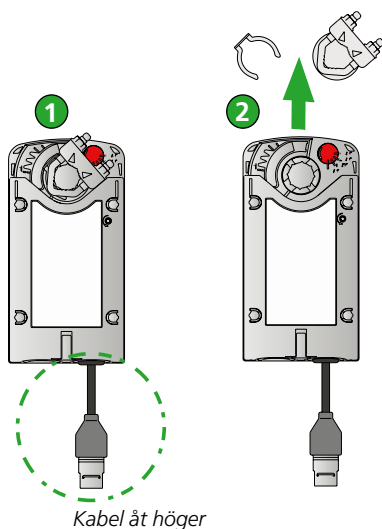

Figur 27. Spjällbladets läge "Normally closed".
3. Se till att spjällbladets läge är rätt, se figur 27 eller 28. OBS! Axelklämma är alltid monterad i riktning enligt ovan på cirkulärt spjäll.